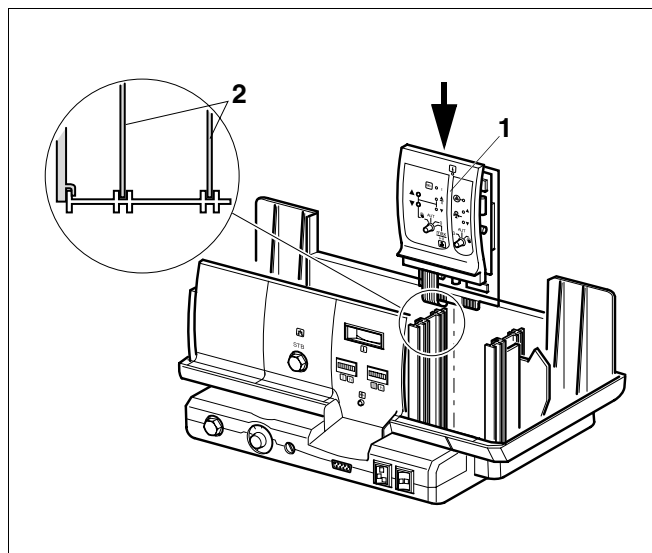

Fig. 3 Inserimento del modulo
- Introdurre nelle guide, dall'alto, il modulo di servizio caldaia (fig. 3, **pos. 1**) dal lato dei circuiti stampati (fig. 3, **pos. 2**), e inserirlo nell'apposita cavità (fig. 3).